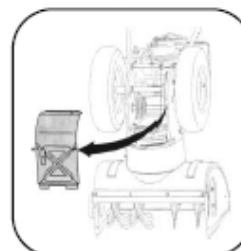

Figure 21
2. Faites pivoter soigneusement la souffleuse à neige vers le haut et vers l'avant afin qu'elle repose sur le boîtier de la tarière. Retirez le couvercle du cadre du dessous de la souffleuse à neige en retirant les quatre vis autotaraudeuses qui le fixent. Voir la figure 21.